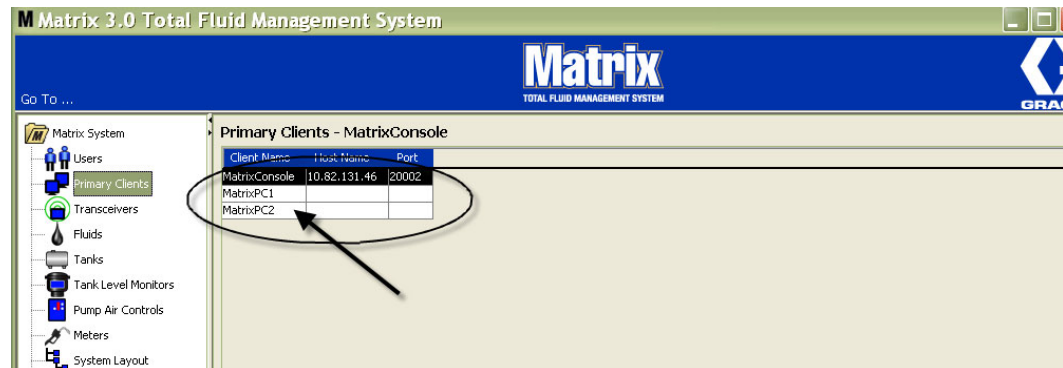

图 81
- 新的主客户端添加到主客户端屏幕列表的底部（图 81）。注意在输入新的主客户端名称之后，显示该名称时其主机名称和端口字段都是空白。这些字段在下次主客户端与 Matrix 服务引擎连接时自动填入。